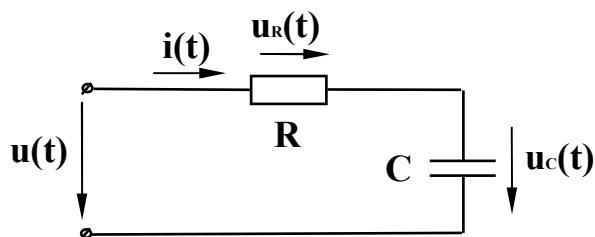
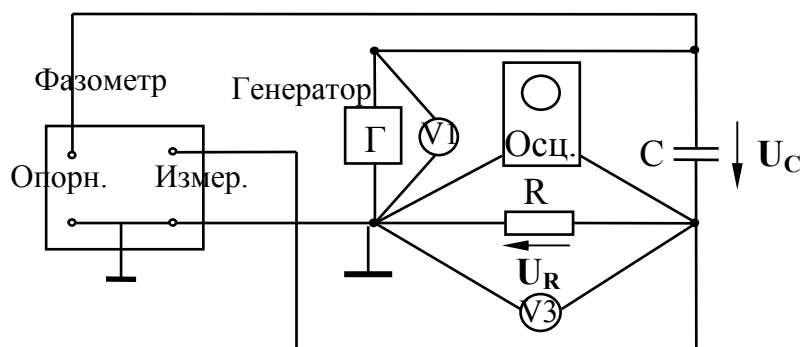
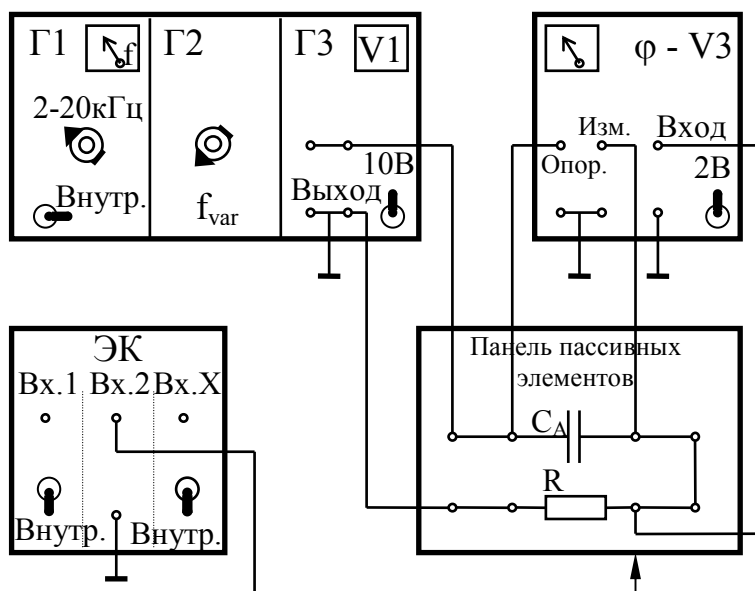

Рис. 3.2 Схема исследуемой цепи
Рис. 3.4. Принципиальная схема измерения  $U_R$  и  $\varphi$
Рис.3.5. Монтажная схема измерения  $U_R$  и  $\varphi$
1. Для изображенной на рис. 3.2 схемы рассчитать емкостное сопротивление  $X_C$ , полное сопротивление цепи  $Z$ , ток  $I$ , действующие значения напряжений  $U_R$  и  $U_C$  и угол сдвига по фазе  $\varphi$  между входным напряжением  $U$  и током  $I$ .
Рассмотрим схему, изображенную на рис. 3.2.
1. Собрать схему для измерения  $U_R$  и угла сдвига по фазе  $\varphi$  между входным напряжением и током в цепи согласно рис. 3.4. Монтажная схема измерений приведена на рис. 3.5.
2. Установить регуляторы на блоках Г1, Г2, Г3, “ $\varphi$ -V3” в положения, показанные на схеме рис.3.5.
6. Отключить от исследуемой цепи блок “ $\varphi$ -V3” и подключить осциллограф (блок ЭК) (см. рис.3.4 и 3.5).
Регуляторы на блоке ЭК установить в положения, показанные на схеме рис.3.5. Переключатель числа каналов установить в среднее положение, при этом на экране осциллографа (блок БО) одновременно
2. Схемы для расчета рис.3.2 и измерений рис.3.4 и 3.5.